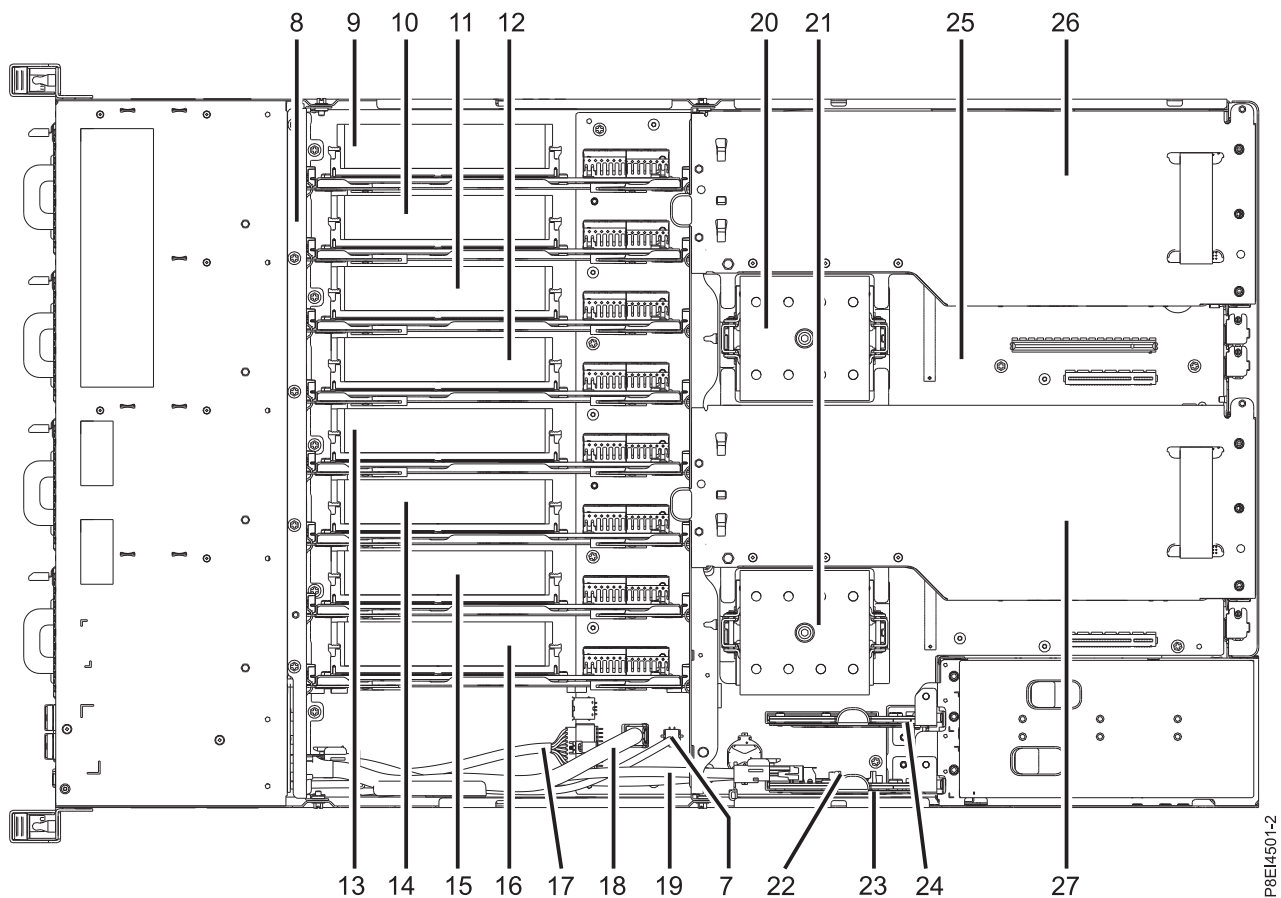
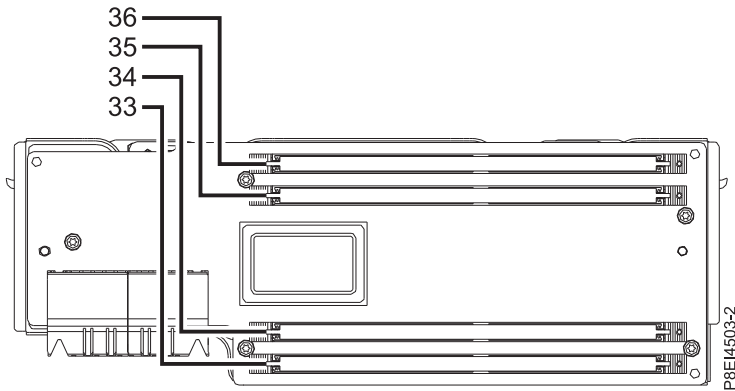

Figura 86. Ubicación de las tarjetas de expansión de memoria; posiciones 9 a 16
Figura 87. Ubicación de las ranuras DIMM de memoria en la tarjeta de expansión; posiciones de la 33 a la 36
2. Localice la tarjeta de expansión de memoria que contiene el DIMM de memoria que ha fallado. La Figura 86 muestra la ubicación de las tarjetas de expansión de memoria en el sistema 8335-GTB y la Figura 87 en la página 74 muestra las ubicaciones de las ranuras de los DIMM en la tarjeta de expansión.